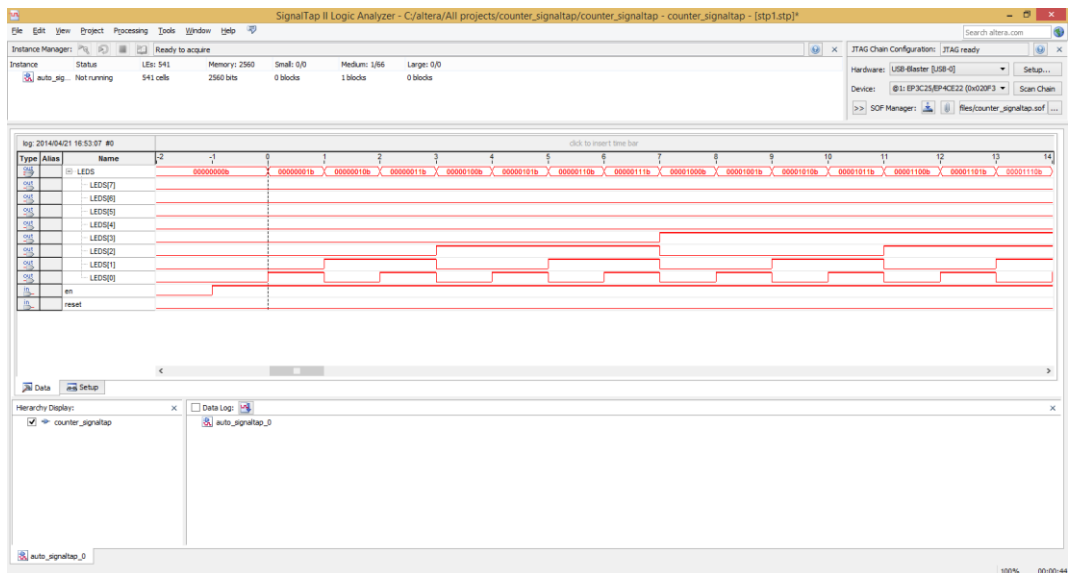

Рисунок 8.3 – Отображение сигналов в SignalTap
- 4) Результат показан на рис. 8.3. Если необходимо увеличить количество точек, то нужно указать соответствующее новое значение и повторить шаги 1-3.